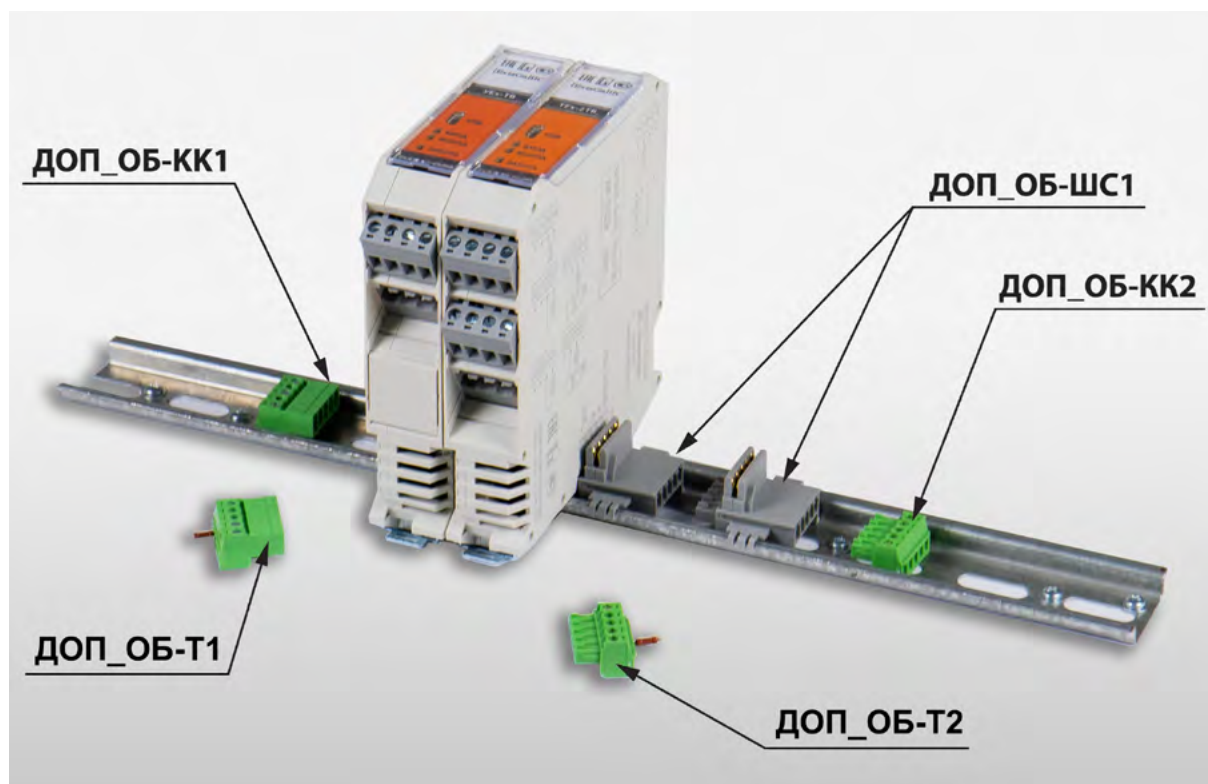

Рис. 3.4. Внешний вид дополнительного оборудования
Преобразователь устанавливается в помещениях вне взрывоопасных зон и монтируется непосредственно на DIN-рейку TH35 либо на DIN-рейку TH35 с использованием дополнительного оборудования (шина TBUS) (см. *Рис. 3.4 на с. 69*). В помещениях должна отсутствовать ощутимая вибрация. Вблизи места расположения преобразователя не допускается наличие установок, создающих сильные электромагнитные поля. Преобразователи должны монтироваться так, чтобы при эксплуатации не нарушалось их конвекционное охлаждение.
буется дополнительное оборудование (см. одноименный раздел в Табл. 3.2 и *Рис. 3.4 на с. 69*).
Дополнительное оборудование (Рис. 3.4 на с. 69)
- Модификации для заказа дополнительного оборудования приведены в Табл. 3.3 (с. 71) и на Рис. 3.4 (с. 69).
Концентратор устанавливается в помещениях вне взрывоопасных зон и монтируется непосредственно на DIN-рейку TH35 либо на DIN-рейку TH35 с использованием дополнительного оборудования (шина TBUS) (см. Рис. 3.4 на с. 69). В помещениях должна отсутствовать ощутимая вибрация. Вблизи места расположения концентратора не допускается наличие установок, создающих
Для организации информационного обмена с концентратором и питания концентратора через разъем XS на задней панели (шина TBUS) требуется дополнительное оборудование (см. одноименный раздел в Табл. 3.3 и Рис. 3.4 на с. 69).
Модификация для заказа	Описание (Рис. 3.4 на с. 69.)
Для питания внешних устройств по шине TBUS требуются два шинных соединителя БАЗИС.ДОП_ОБ-ШС1 (см. Рис. 3.4 на с. 69).
Блок питания устанавливается в помещениях вне взрывоопасных зон и монтируется непосредственно на DIN-рейку TH35 либо на DIN-рейку TH35 с использованием дополнительного оборудования (шина TBUS) (см. Рис. 3.4 на с. 69). В помещениях должна отсутствовать ощутимая вибрация. Вблизи места расположения блока питания не допускается наличие установок, создающих сильные электромагнитные поля. Блоки питания должны монтироваться так, чтобы при эксплуатации не нарушалось их конвекционное охлаждение.
Для организации питания устройств через разъем XS на задней панели (шина TBUS) требуются два шинных соединителя БАЗИС.ДОП_ОБ-ШС1 (см. Рис. 3.4 на с. 69).